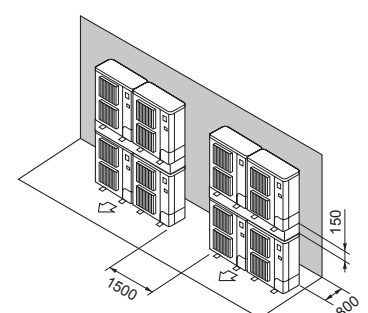

Fig. 2-19
- ⑦ Disposition pour appareils empilés (Fig. 2-19)